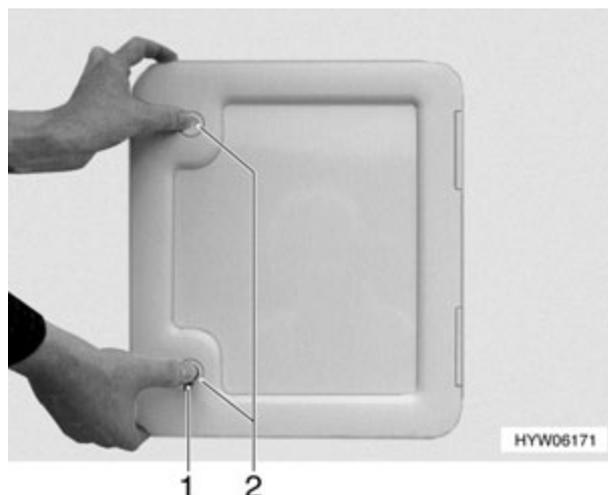

Fig. 182 Ouverture du portillon Thetford
- Ouvrir le verrou de pression (Fig. 182,1) avec la clé.
- Appuyer les deux verrous à pression (Fig. 182,2) en même temps et ouvrir le portillon Thetford.